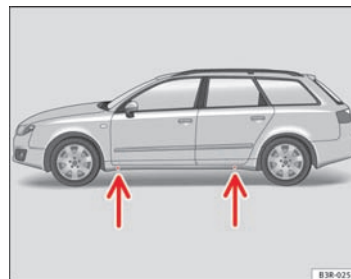

Fig. 196 Changement de roue : points d'appui du cric
- Localisez le **point d'appui** le plus proche de la roue défectueuse sur le bas de caisse ⇒ page 273, fig. 196 -flèches-.
Des empreintes sur le bas de caisse du véhicule à l'avant et à l'arrière indiquent les points d'appui du cric ⇒ page 273, fig. 196 -flèches-. Un emplacement a été prévu pour chaque roue. Le cric ne doit pas être positionné à d'autres endroits.